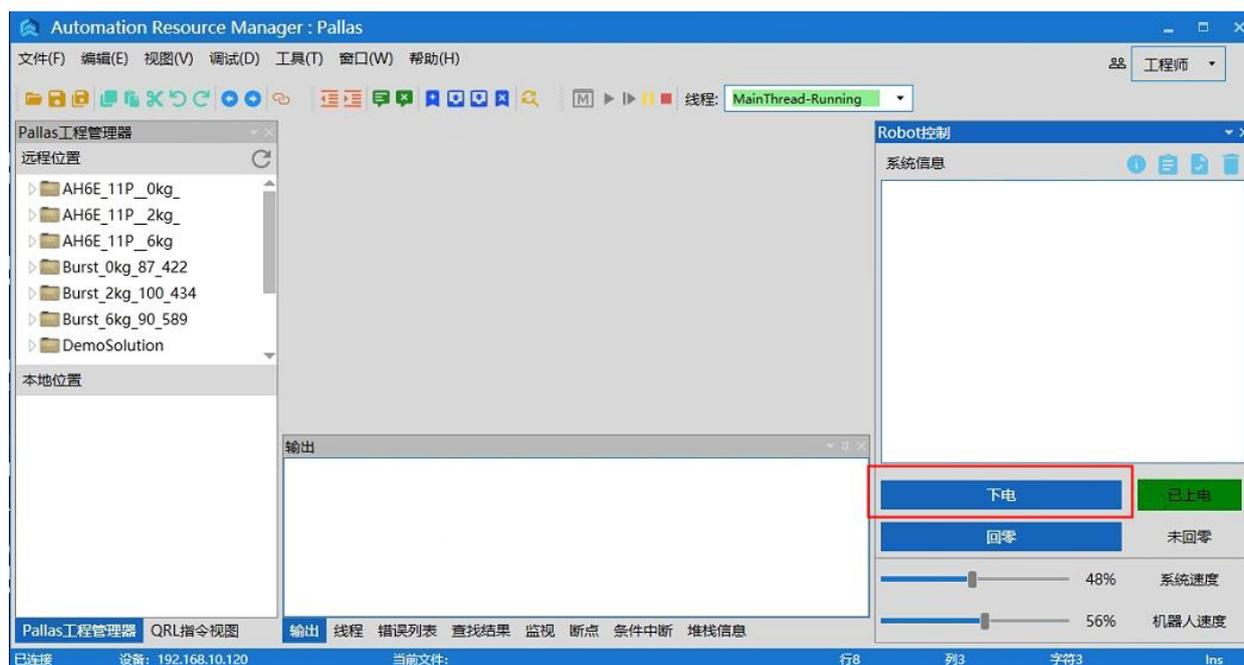

图 6-53 上电状态下的示教页面
**步骤2** 点击 ARM 调试界面右下方的<下电>按钮，如图 6-53 所示。